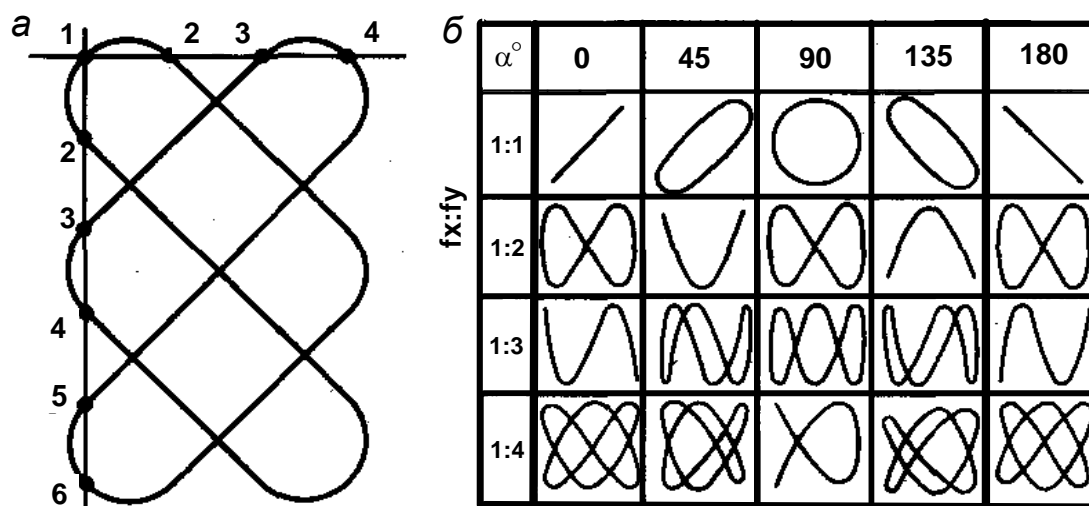

Рис. 3.7. Фигуры Лиссажу при различных соотношениях частот
По фигуре, полученной на экране, определяют соотношения частот. Допустим, что на экране получена фигура, показанная на рис. 3.7, а.
Формы некоторых фигур Лиссажу для разных соотношений сдвига фаз α и частот показаны на рис. 3.7, б. По известной частоте одного из сигналов можно определить неизвестную частоту другого сигнала.
1. На функциональном генераторе измерительного стенда (см. лаб. работу № 3, рис. 3.7) кнопкой **2** выбрать синусоидальную форму генерируемого напряжения.